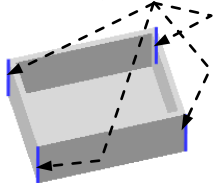

图 4.5.6 选择撕裂边
Step4. 选取撕裂边。在“转换为钣金”命令条中单击“选择撕裂边步骤”按钮 ，在系统  单击此处以选择要撕裂的拐角边 的提示下，选取图 4.5.6 所示的四条边线为要撕裂的边，单击鼠标右键。